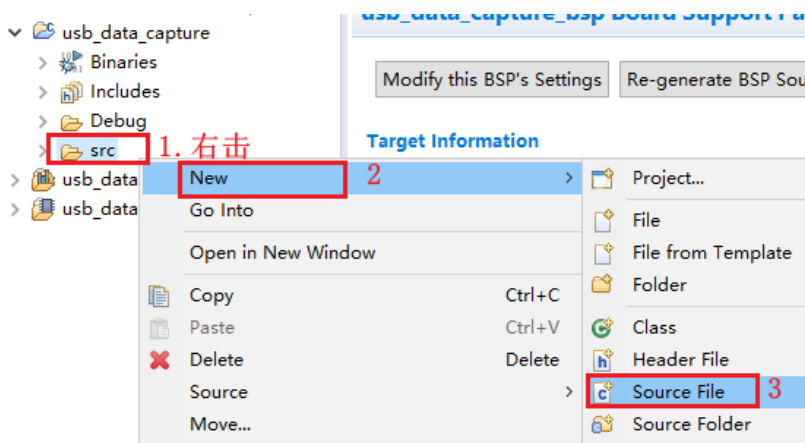
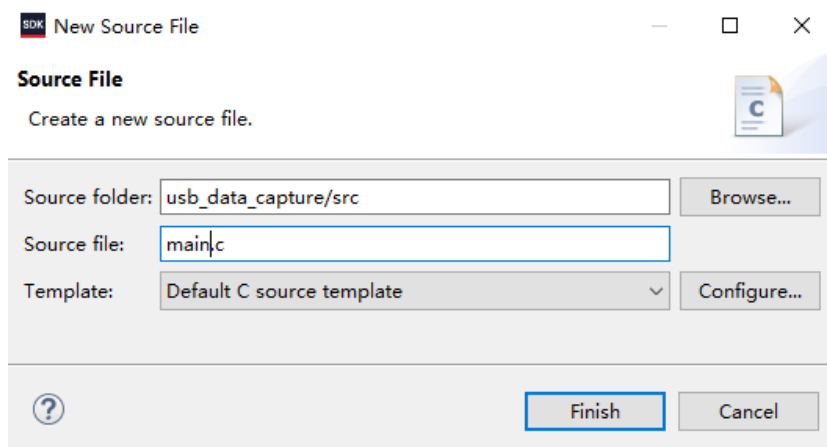

图 1-10 新建源文件
图 1-11 给源文件命名
4. src 文件夹下，新建一个源文件，如下图 1-10 所示，然后在弹出的界面中给文件命名为 main.c，如下图 1-11 所示。